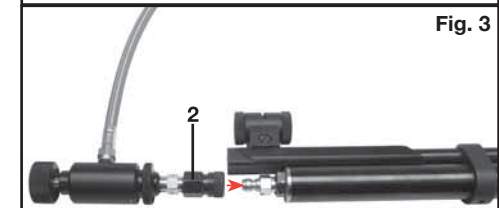

Fig. 3
- 1.2 Connect the *FAH005 ASA Adaptor with quick disconnect socket to the fill nipple on the Benjamin or Crosman PCP airgun (Fig. 3). **MAKE SURE CONNECTION IS SECURE.**
2. Déconnexion rapide (Raccord Foster) (Fig. 3)
8. para el adaptador del cilindro a granel Anillos tóricos de reemplazo para la ventilación (2)
1.2 Branchez l'adaptateur ASA *FAH005 avec la prise de déconnexion rapide sur le mamelon de remplissage du pistolet à gaz comprimé PCP Benjamin ou Crosman (Fig. 3). **ASSUREZ-VOUS QUE LE BRANCHEMENT EST BIEN FIXÉ.**
2. Desconexión rápida (Accesorio Foster) (Fig.3)
8. vec adaptateur de cylindre en vrac Joins toriques à évent de remplacement (2)
- 1.2 Conecte el adaptador ASA *FAH005 con el enchufe de desconexión rápida a la boquilla de llenado de la pistola de aire PCP Crosman o Benjamin (Fig 3). **ASEGURESE DE QUE LA CONEXIÓN SEA SEGURA.**